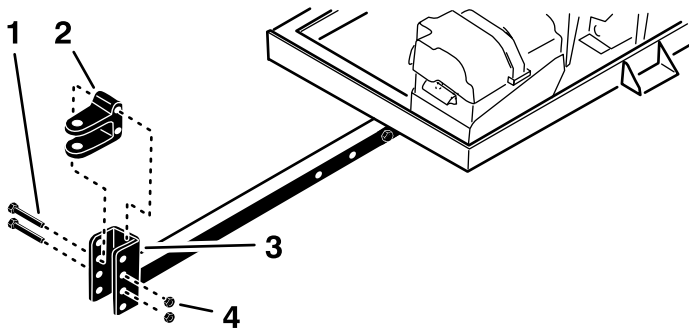

Figura 5
3. Rimuovete i 2 bulloni e i 2 dadi di bloccaggio che fissano l'uncino dell'attacco di traino (Figura 5) al tubo dell'attacco di traino.
5. Montate l'uncino dell'attacco di traino al tubo dell'attacco di traino con i 2 bulloni e i 2 dadi di bloccaggio (Figura 5).